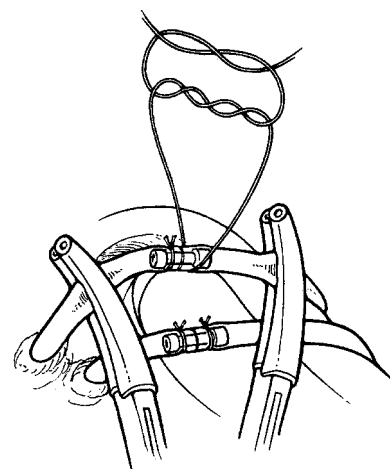

Fig. 4-23. Soturkoppling
5. Slå en dubbel överhandskirurgknut följt av minst två enkla slag för att fästa slangen på kopplingen (se fig. 4-23).